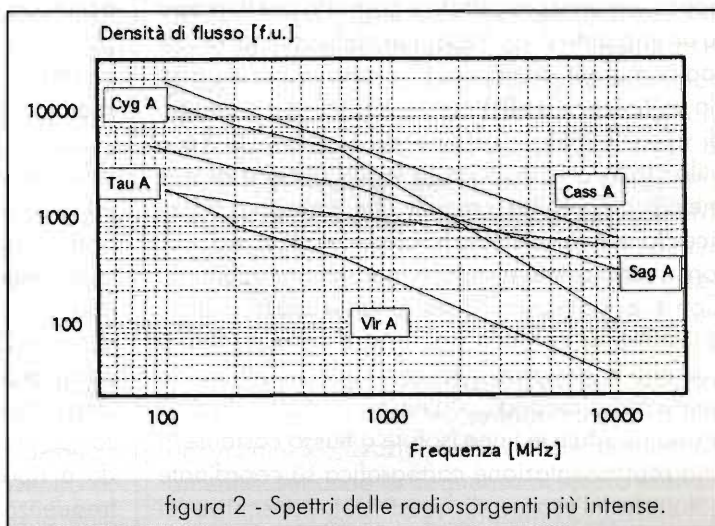

figura 2 - Spettri delle radiosorgenti più intense.
Una classificazione delle radiosorgenti in base ai valori del flusso ed in base all'andamento della funzione $S(f)$ rispetto alla frequenza f è riportata nella tabella seguente, mentre in figura 2 sono rappresentati gli andamenti del flusso in funzione della frequenza (spettri) per le radiosorgenti più potenti, ricevibili con impianti amatoriali.
- RADIAZIONE NON TERMICA, con andamento del flusso decrescente con la frequenza (esempi di radio sorgenti non termiche sono quelle con spettro rappresentato nella figura 2).